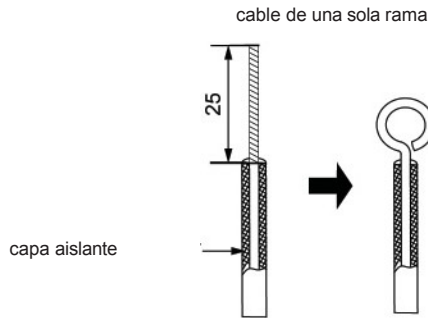

Fig. 5.1.1
- (1) La conexión del cable (como se muestra en la Fig. 5.1.1).